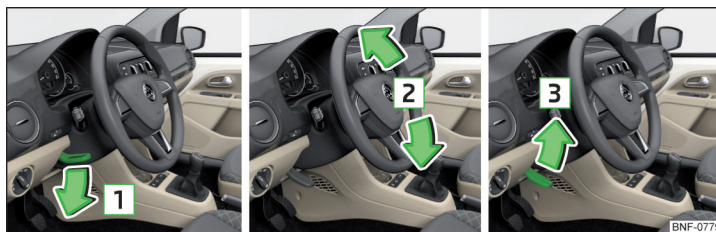

Bild 3 Inställning av rattläge
- Vrid säkerhetsspaken under ratten i pilens riktning 1 » bild 3.